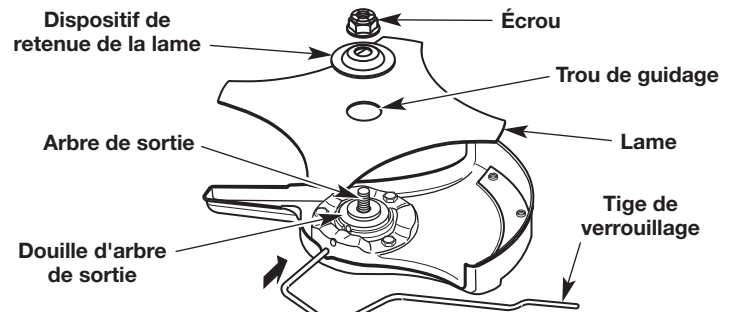

Fig. 16
4. Tout en maintenant la tige de verrouillage en place, placez la lame sur la bague de l'arbre de sortie (Fig. 16).
**AVERTISSEMENT :** Pour éviter des blessures graves, assurez-vous que le trou de guidage sur la lame repose bien à plat contre la bague de l'arbre de sortie (Fig. 16). L'appareil se mettra à vibrer et la lame peut se libérer si elle n'est pas centrée.
5. Placez le dispositif de retenue de la lame sur l'arbre de sortie avec la surface plate reposant contre la lame (Fig. 16).
6. Vissez l'écrou sur l'arbre de sortie (Fig. 16).